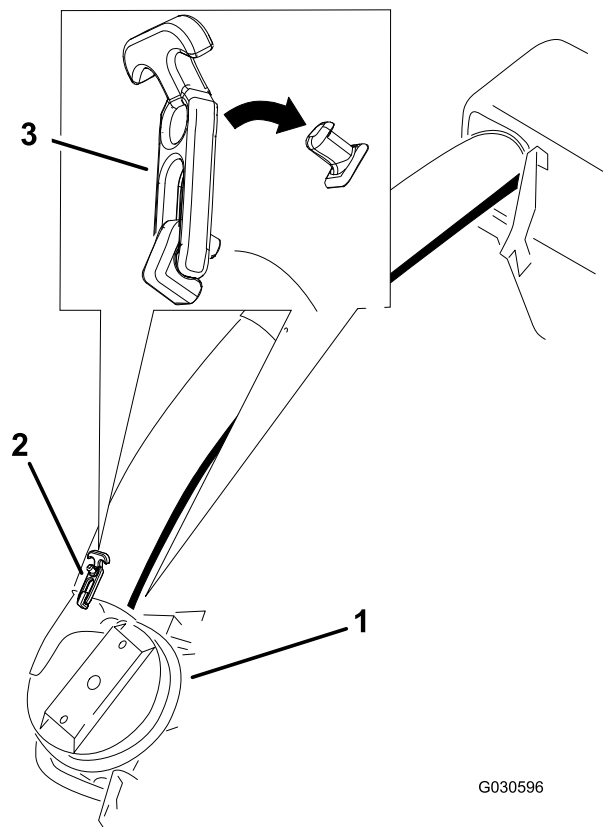
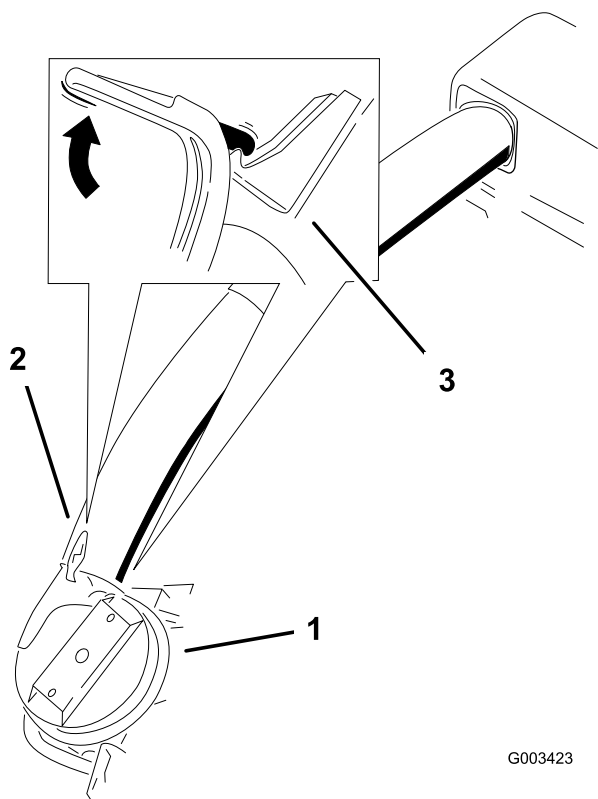

Figura 42
Figura 43
8. Deslice el tubo inferior sobre la bota y conéctelos con el cierre (Figura 42 o Figura 43).